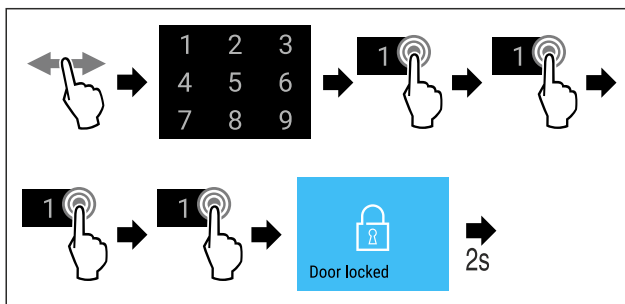

Fig. 74 Deur met deurcode 1 1 1 1 vergrendelen.
- ▶ Stappen (zie Fig. 74) uitvoeren.